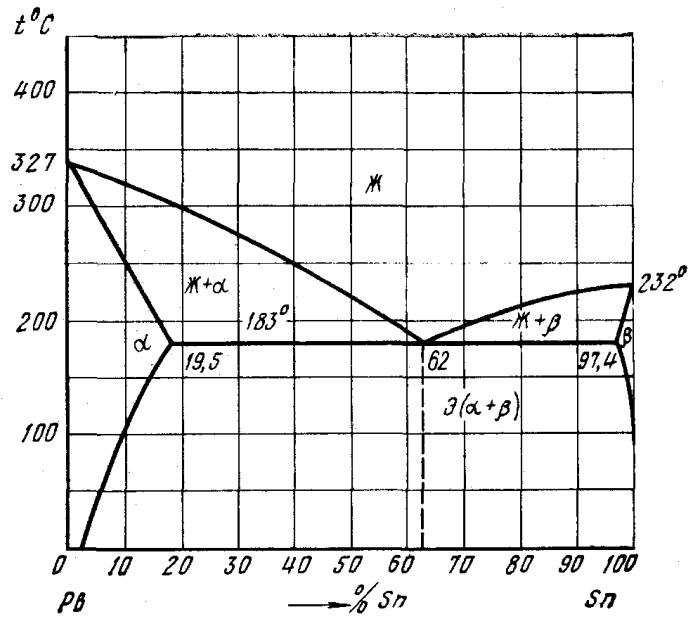

Рис. 4 Диаграмма состояния свинец – олово
- Вычертите диаграмму состояния системы свинец - олово, опишите взаимодействие компонентов в жидком и твердом состояниях, укажите структурные составляющие во всех областях диаграммы состояния и объясните характер изменения свойств сплавов с помощью правил Курнакова (рис.4).